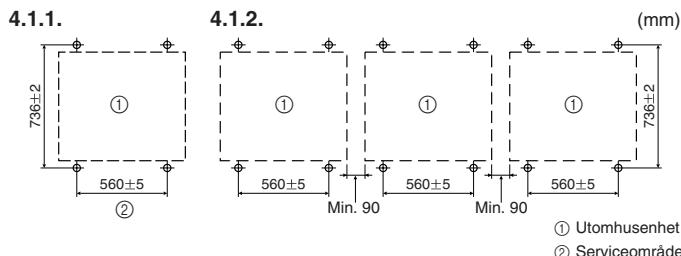

Fig. 4-1
4.1.1. Vid installation av en ensam utomhusenhet (Fig. 4-1)